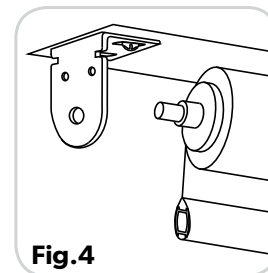

Fig.4
- C.** Instale el costado izquierdo deslizando el extremo inactivo hacia la abrazadera con el extremo inactivo **(Fig. 4)**